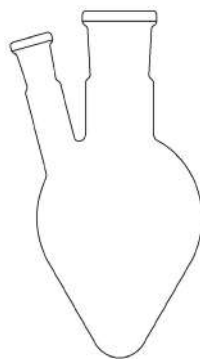

Рис. 20. Колба Клайзена
4. **Колба Кляйзена** (рис. 20) имеет две горловины (шейки), одна из которых (боковая) снабжена пароотводной трубкой (отростком) коленчатой формы для соединения с холодильником. Эта горловина должна иметь одинаковый диаметр по всей своей длине и не суживаться в месте спая со второй горловиной, в противном случае происходит захлебывание стекающей флегмой (жидким конденсатом) и неравномерное кипение жидкости в колбе. Иногда шейки